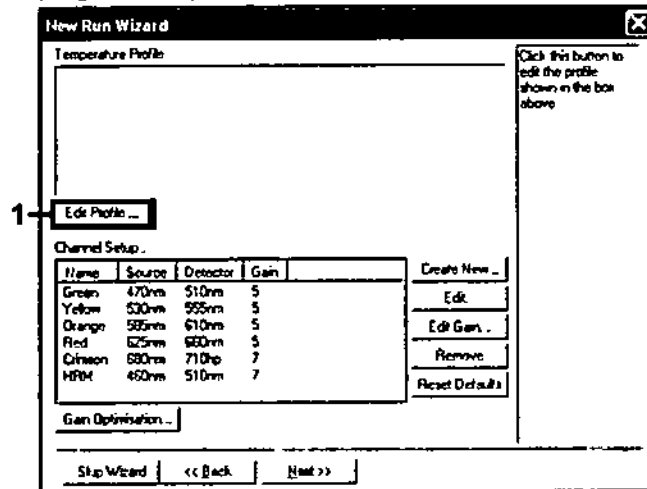

Ilustración 3. Edición del perfil
6. Haga clic en el botón "Edit Profile" (Editar perfil) situado en el siguiente cuadro de diálogo "New Run Wizard" (Asistente para series nuevas) (Ilustración 3), y siga los pasos siguientes para programar el perfil de temperatura.